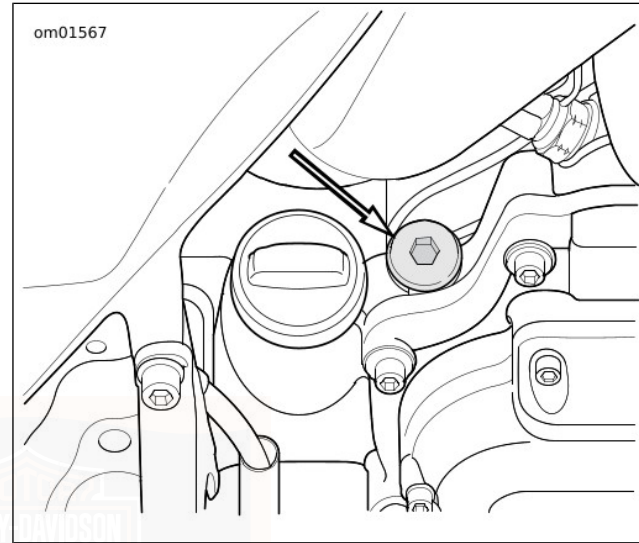

Abbildung 52. Lage des Getriebeeinfüllverschlussstopfens/Ölmesstabs
1. Siehe Abbildung 52. Einfüllverschlussstopfen/Ölmesstab für Getriebeschmiermittel entfernen. Den Ölmesstab sauber wischen.
1. Siehe Abbildung 52. Den Getriebeeinfüllverschlussstopfen/Ölmesstab entfernen.